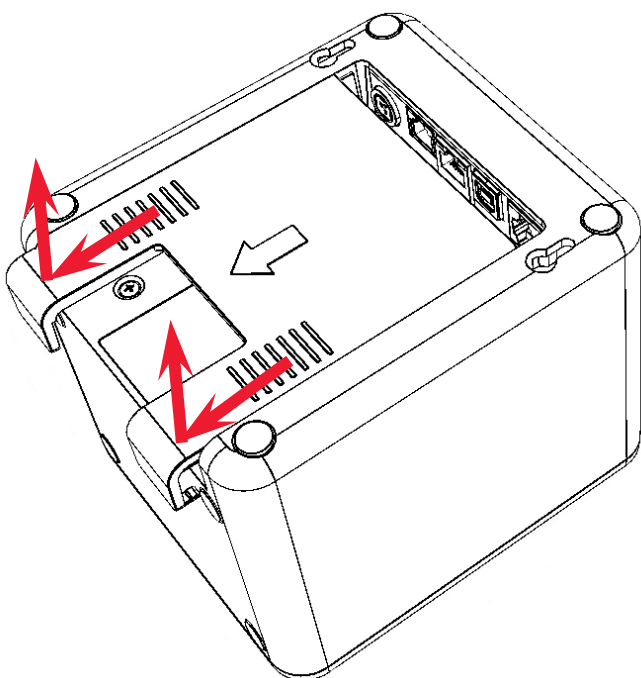

Рисунок 5. Извлечение крышки разъемов
- 14** При необходимости установить съемную защитную крышку (см. рисунок 5).